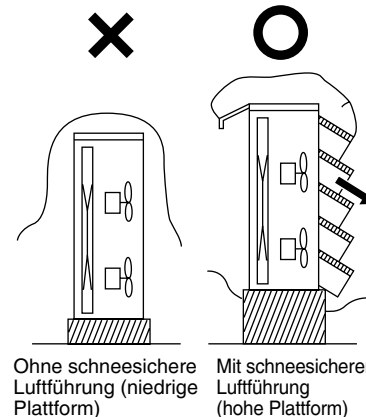

Abb. 2-10
In Gebieten mit Schnee und starkem Wind können die folgenden Probleme auftreten, wenn die Außeneinheit nicht mit einer Plattform und schneesicherer Luftführung ausgestattet wird (Abb. 2-10):
- (1) Die Plattform muss höher als die maximale Schneetiefe sein. (Abb. 2-10)
- (2) Die beiden Stützen der Außeneinheit müssen für die Plattform verwendet werden, wobei die Plattform unter der Lufteinlass-Seite der Außeneinheit installiert werden muss.
- (3) Das Fundament der Plattform muss fest sein; die Einheit ist mit Ankerschrauben zu sichern.
- (4) Bei einer Dachmontage an Stellen, an denen starker Wind auftritt, müssen entsprechende Gegenmaßnahmen getroffen werden, um ein Umfallen der Einheit durch Windstöße zu vermeiden.